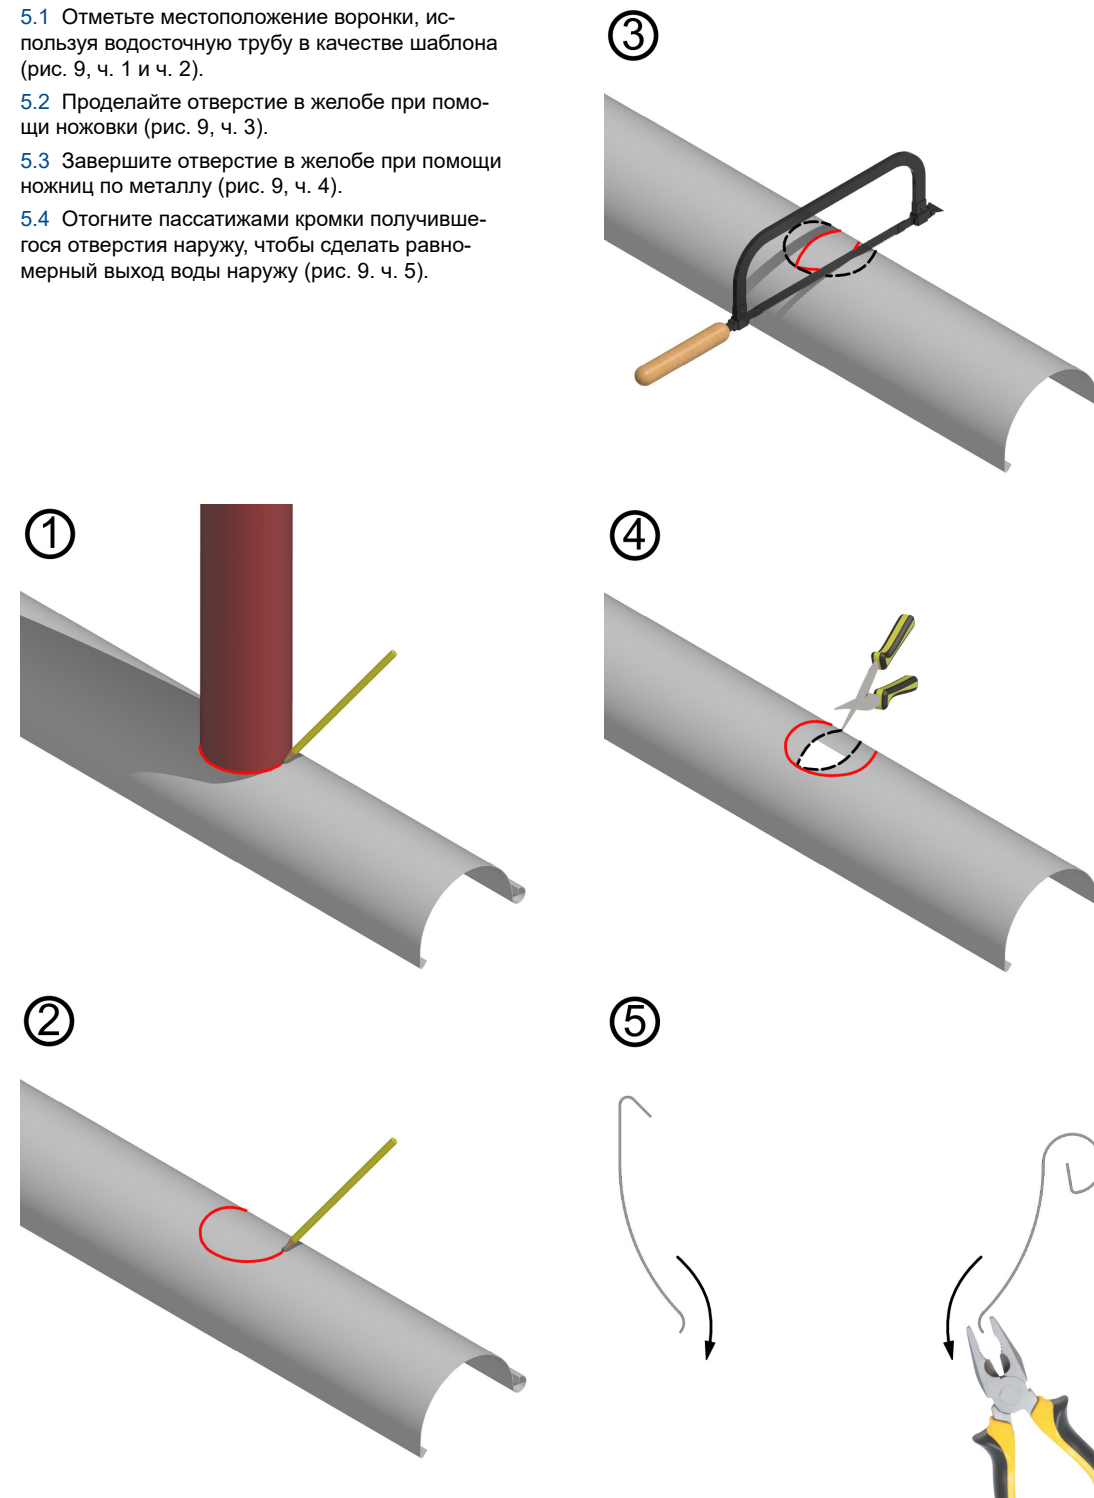

Рис. 9 Разметка отверстия под воронку желоба
- 5.1 Отметьте местоположение воронки, используя водосточную трубу в качестве шаблона (рис. 9, ч. 1 и ч. 2).
- 5.2 Прodelайте отверстие в желобе при помощи ножовки (рис. 9, ч. 3).
- 5.3 Завершите отверстие в желобе при помощи ножниц по металлу (рис. 9, ч. 4).
- 5.4 Отогните пассатижами кромки полученного отверстия наружу, чтобы сделать равномерный выход воды наружу (рис. 9, ч. 5).